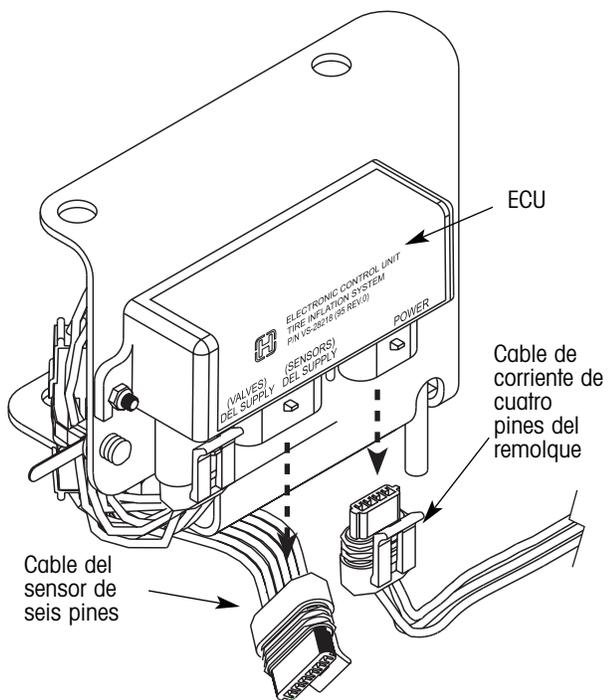

Figura 1. Desconectando los cables de corriente y del sensor
3. Desconecte el cable de corriente de cuatro pines del remolque del ensamble del controlador ECU (figura 1).
4. Desconecte el cable del sensor de seis pines del ensamble del controlador ECU (figura 1).